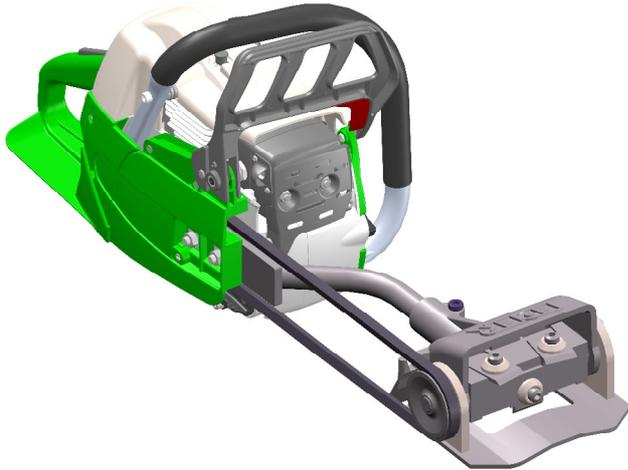

Abbildung 16
- Schlüssel (12) mit den Einkerbungen zur Messerwalze (03) zeigend auf das Führungsblech (19) legen (s. Abbildung 16).